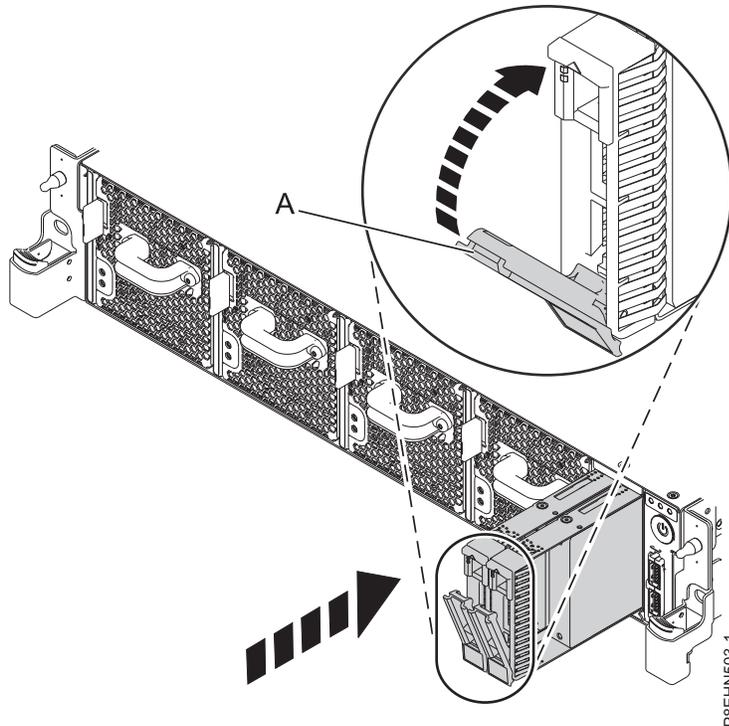

Figure 24. Verrouillage de la poignée de la baie d'unité
3. Verrouillez la poignée de baie d'unité (A) en appuyant sur le loquet de la poignée. Pour plus d'informations, voir figure 24, à la page 19.
5. Faites glisser complètement l'unité dans le système et appuyez sur la poignée de la baie d'unité (A) jusqu'à ce qu'elle s'enclenche. Pour plus d'informations, voir figure 24.